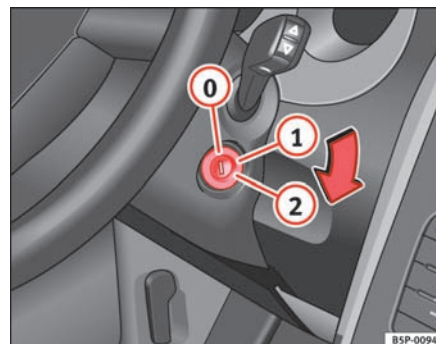

Fig. 114 Tændingsnøglenes stillinger
I denne stilling ⇒ fig. 114 er tændingen afbrudt, og motoren standset, og rattet kan låses.
- Drej tændingsnøglen til stilling ⇒ side 146, fig. 114 ①. Mens motoren forgløder, lyser kontrollampen .
- Drej tændingsnøglen til stilling ② for at starte motoren, når kontrollampen ikke lyser (længere) – giv ikke gas.
- Drej tændingsnøglen til stilling ⇒ side 146, fig. 114 ①.